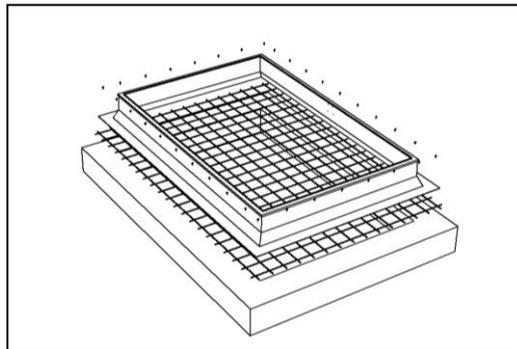

Bild 3
1. Die Matten werden bei Montage der Lichtkuppel unter dem Aufsetzkranz der Lichtkuppel montiert (**Bild 3**).